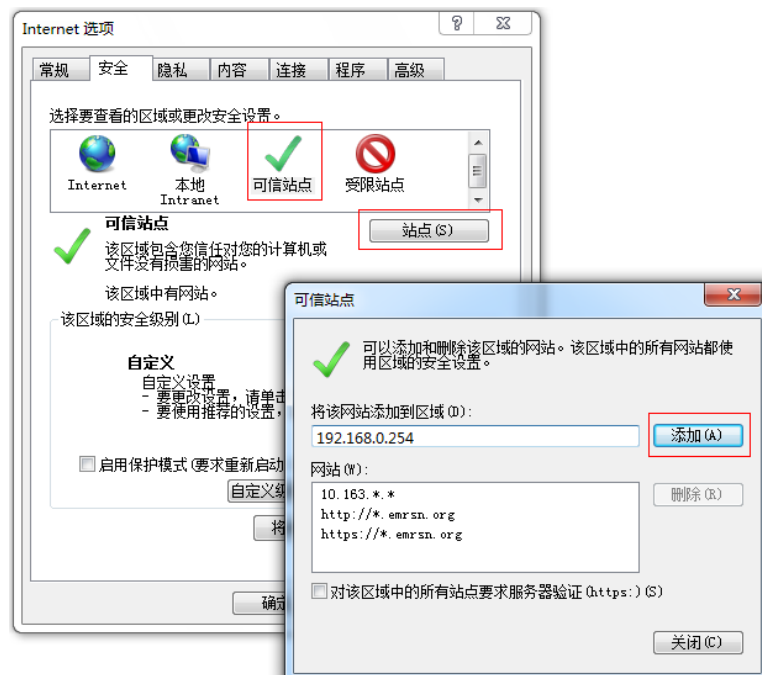

图3-8 添加可信站点
6. 如图 3-8 所示，将 RDU-A G2 的 IP 地址添加到可信站点的列表中。